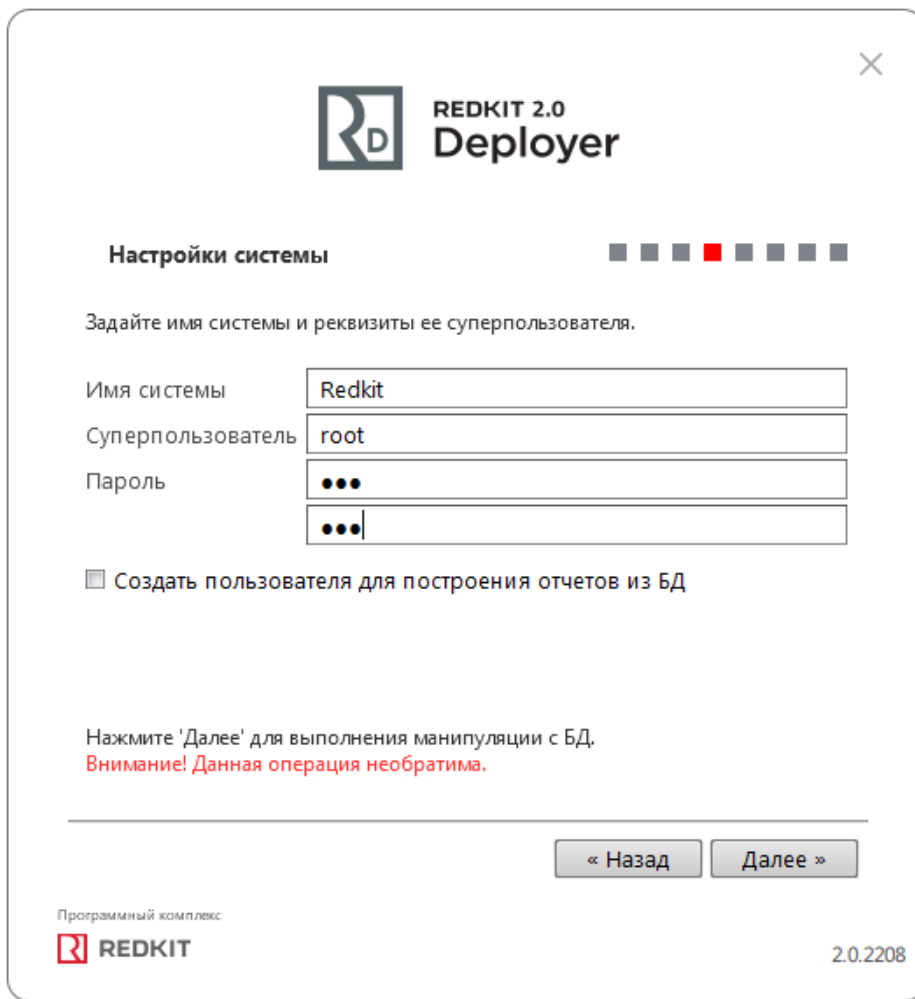

Рисунок 107 - Настройки системы
12. Задайте пароль суперпользователя root системы Redkit и нажмите **Далее** (Рисунок 107).